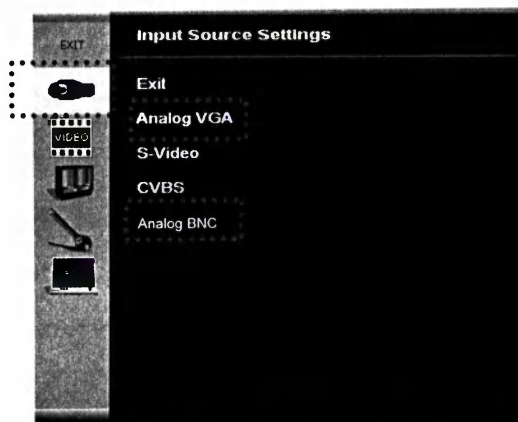

Рисунок 171
– выберите **Analog VGA** (см. рисунок 171).